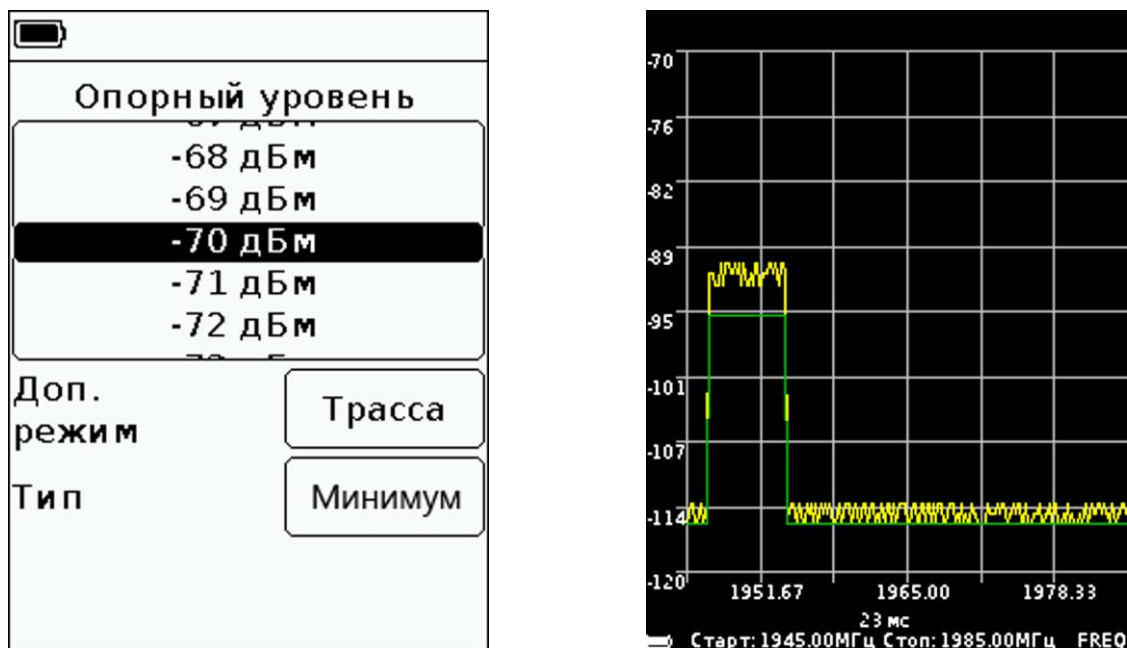

Рисунок 8.4.3 – Измерения в дополнительном режиме «Трасса Минимум»
8.4.2.2. В дополнительном режиме **«Трасса»** при выборе типа измерений **«Минимум»**, происходит отображение минимальных значений сигнала на экране и построение трассы зелёного цвета по точкам минимальных значений (Рисунок 8.4.3).